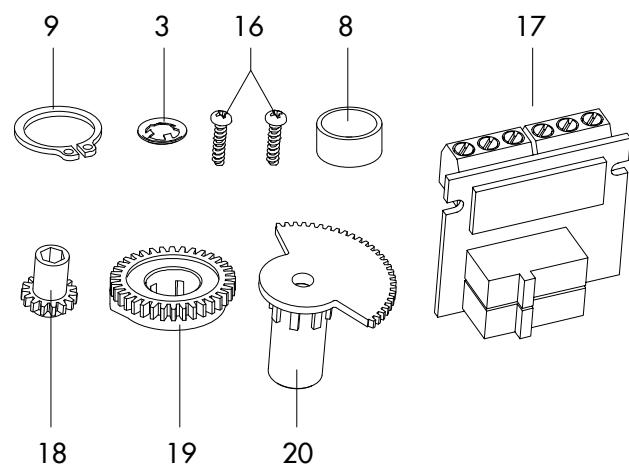

Fig. 19 : Contacts de position mécaniques · Kit
- Contacts de position mécaniques (cf. Fig. 19).